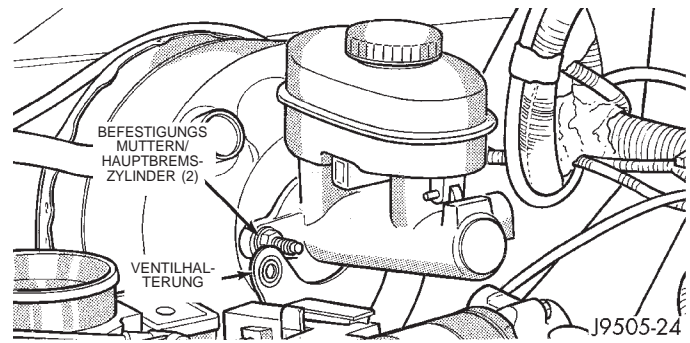

Abb. 23 Befestigung des Hauptbremszylinders
(1) Bremsleitungen vom Hauptbremszylinder lösen.
(2) Kombi-Ventil ausbauen.
(3) Die Muttern lösen, mit denen der Hauptbremszylinder an den Stehbolzen des Bremskraftverstärkers befestigt ist (Abb. 23). **Die Muttern aufbewahren, da es sich um spezielle Sicherungsmuttern handelt.**